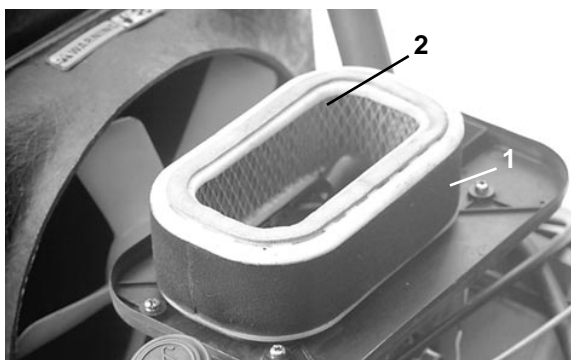

Fig. 20
2. Hvis skumelementet (Fig. 20) er snavset, skal det fjernes fra papirelementet. Rengør det grundigt.
3. Ved serviceeftersyn af skumelementet skal tilstanden af papirelementet kontrolleres (Fig. 20). Rengør elementet ved at banke forsigtigt på det for at fjerne støvet. Udskift elementet hvert år eller hver 200 timer.